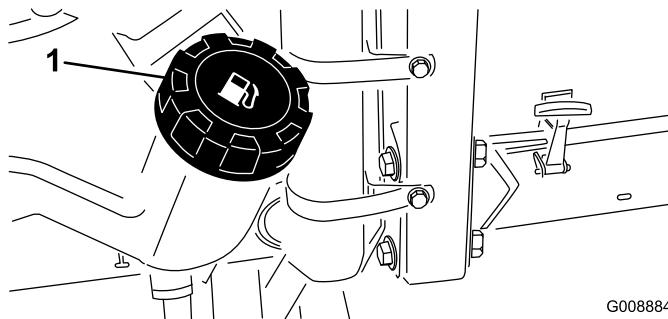

Figura 27
- Limpie la zona alrededor del tapón del depósito de combustible (Figura 27).